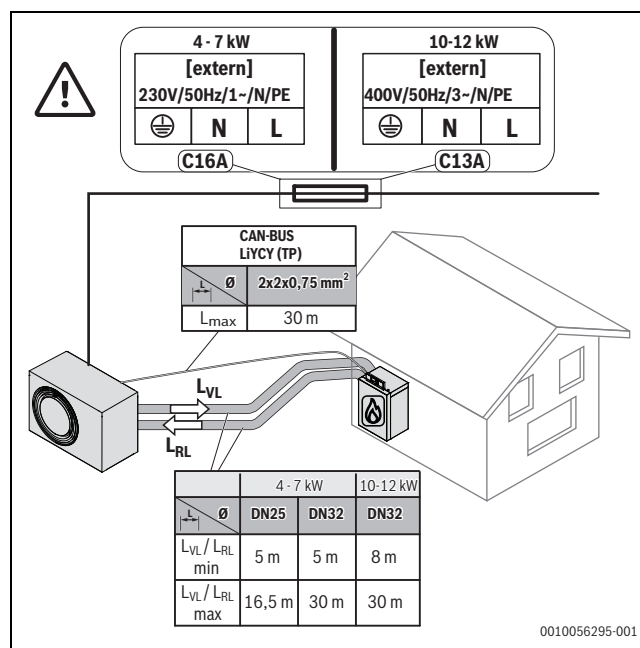

Bild 49 Rohrlänge und -abmessungen
- ▶ Abmessungen der Rohre entsprechend den Anweisungen in Bild 49 prüfen.
Wenn der Mindestabstand zwischen Heizgerät und Außeneinheit kürzer ist als die festgelegte Rohrlänge (→ Bild 49 "Rohrlänge und -abmessungen"), verfügt das Produkt möglicherweise nicht über genügend Energie für die Abtauung.